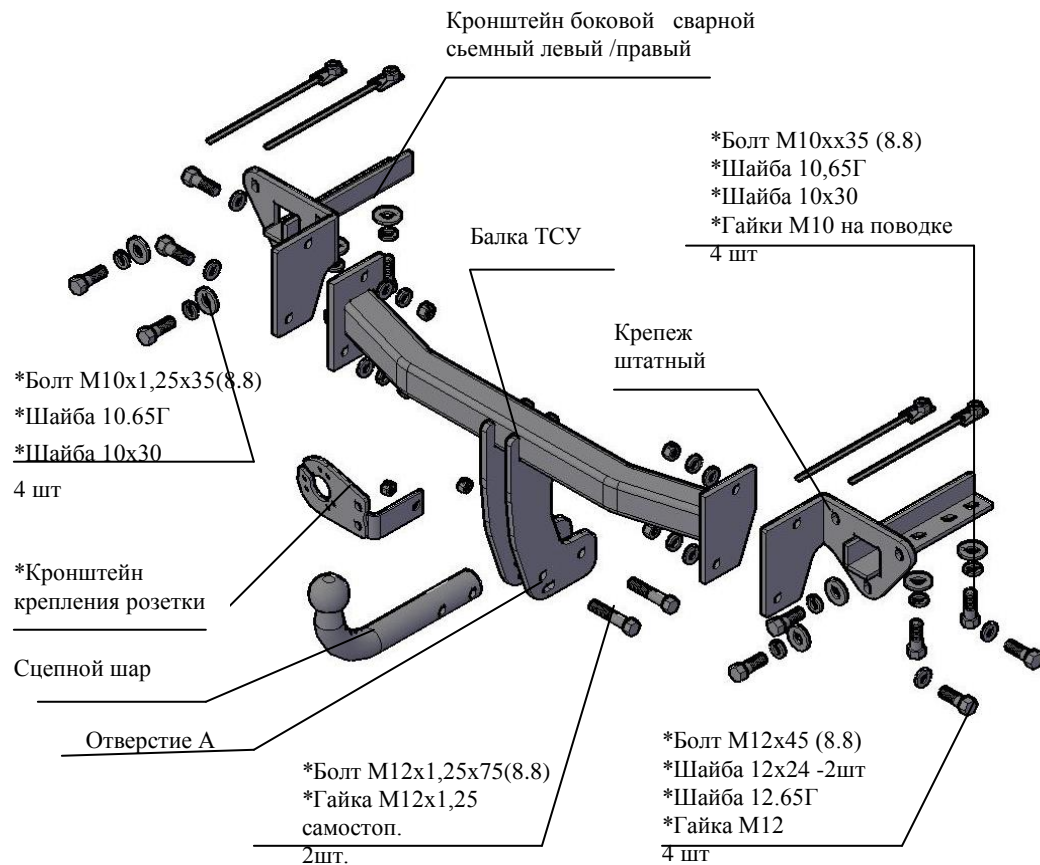

Рис.1 Тягово-сцепное устройство 8501 .
2.1 ТСУ 8501. в сборе (рис.1)	1 шт.
2.2 Пакет с комплектующими (см. рис.1)	1 шт.
4.2 Установить боковые сварные съемные кронштейны в лонжероны а/м (правый и левый соответственно рис.1), закрепить болтами М10х35, подложив под головки болтов шайбы 10.65Г и шайбы 10х30, используя гайки М10 на поводках, а к фартуку а/м закрепить штатным крепежом (см.рис.1) и болтами М10х1,25х35, используя гайки штатные и подложив под головки болтов шайбы 10.65Г и шайбы 10х30. Крепеж не затягивать.